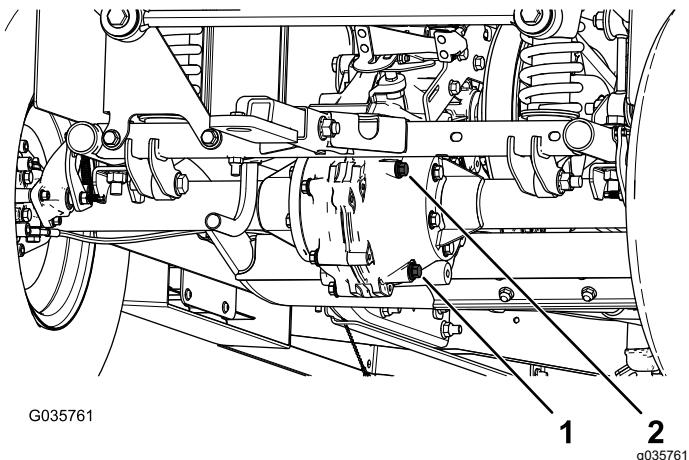

Figure 57
5. Si le niveau de liquide est trop bas, enlevez le bouchon de remplissage et ajoutez le liquide spécifié jusqu'à ce qu'il ressorte par l'orifice (Figure 57).
4. Enlevez le bouchon de remplissage de la boîte-pont (Figure 57).
1. Placez un bac de vidange sous le bouchon de vidange (Figure 57).
2. Enlevez le bouchon de remplissage et le joint (Figure 57).
3. Enlevez le bouchon de vidange et le joint et vidangez tout le liquide (Figure 57).